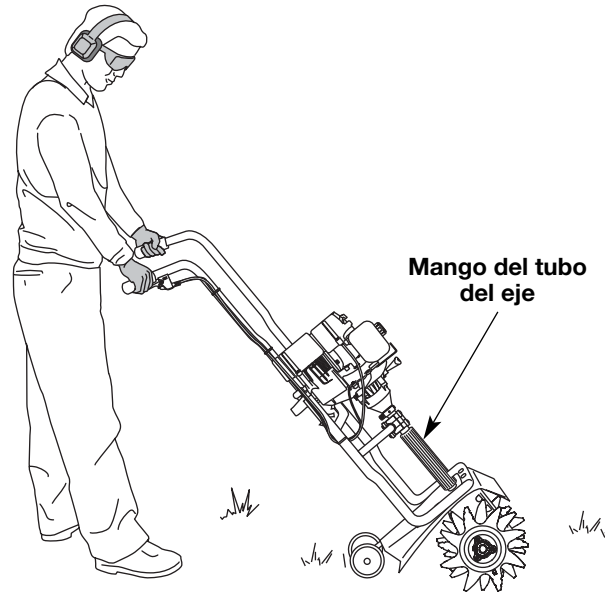

Fig. 10
ADVERTENCIA: Evite los arranques accidentales. Colóquese en posición de inicio cuando tire de la cuerda de arranque (Fig. 10). El operador y la unidad deben estar en una posición estable al arrancar la unidad para evitar graves lesiones personales.
4. Mientras sostiene ambos mangos del manubrio, baje lentamente el cultivador hasta que las púas hacen contacto con el suelo (Fig. 10).